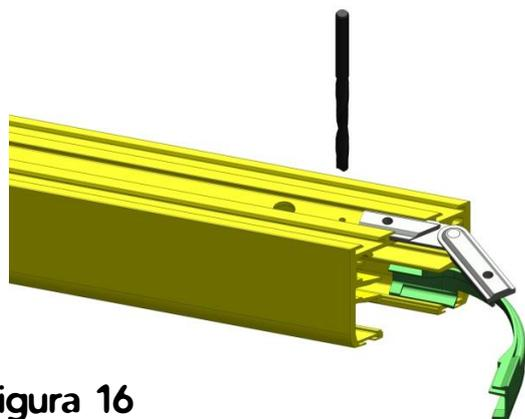

Figura 16
- En ambas partes del perfil superior a unir, hacer un taladro $\varnothing 6$ donde está el agujero de 3mm. A continuación montar la escuadra y la pista guía en uno de los tramos (figura 16)